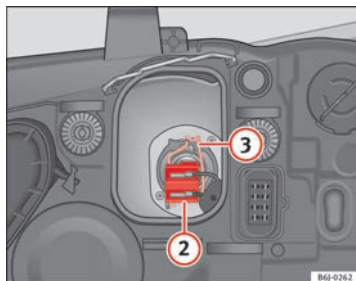

Fig. 166 Feux de croisement
- Retirez le connecteur ⇒ fig. 166 ② de l'ampoule.
- Déclipsez le ressort entrebâilleur ⇒ fig. 166 ③ en le pressant vers l'intérieur et vers la droite.